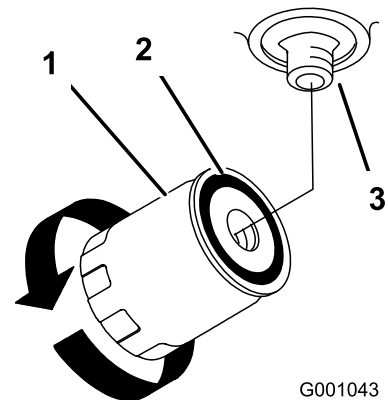

Figura 59
3. Aplique una capa fina de aceite hidráulico a la junta de goma sobre el filtro nuevo (Figura 59).
7. Llene el depósito de aceite hidráulico con aceite hidráulico hasta que éste rebose por encima del filtro, gire el filtro en el sentido de las agujas del reloj hasta que la junta de goma entre en contacto con el adaptador del filtro, luego apriete el filtro media vuelta más (Figura 59).